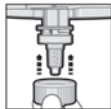
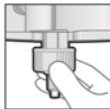

Abb. 3
Abb. 4.1
5. Wenn die Mischkanüle korrekt platziert ist (Abb. 3), schieben Sie den Dynamix Fixation Ring bis zum Anschlag über die Mischkanüle und drehen ihn nach rechts (1/4 Drehung) bis er sicher verriegelt ist. (Abb. 4.1, 4.2, 5)